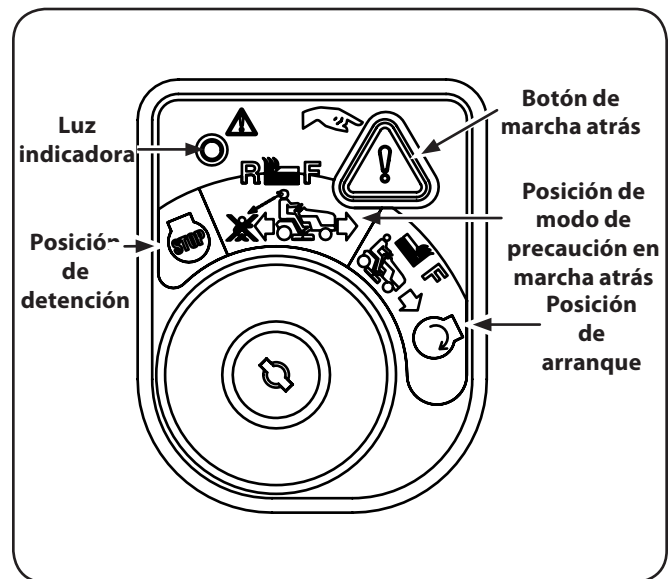

Figura 5-9
2. Gire la llave desde la posición de PODA NORMAL (verde) en la posición MODO DE PRECAUCIÓN EN MARCHA ATRÁS (amarillo) del módulo de interruptor de llave. Vea la Figura 5-9.